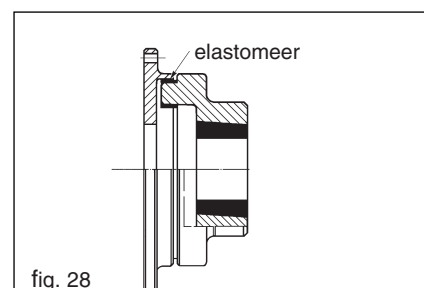

fig. 28
12.12 Vervanging elastomeer GBF koppeling (fig. 28)